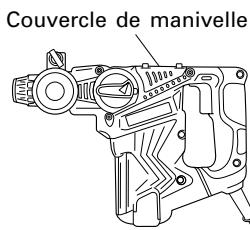

Fig. 24
- (1) Démonter le couvercle du carter et essuyer à fond la vieille graisse à l'intérieur. (Fig. 24)